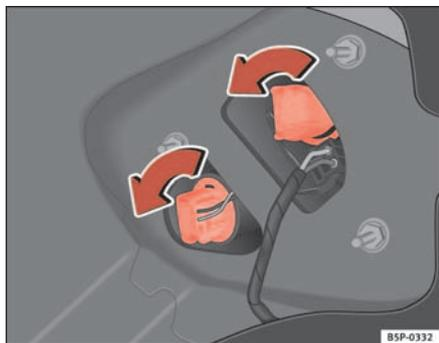

Fig. 188 Luces en la carrocería
- Gire el portalámparas hacia la izquierda ⇒ fig. 188.